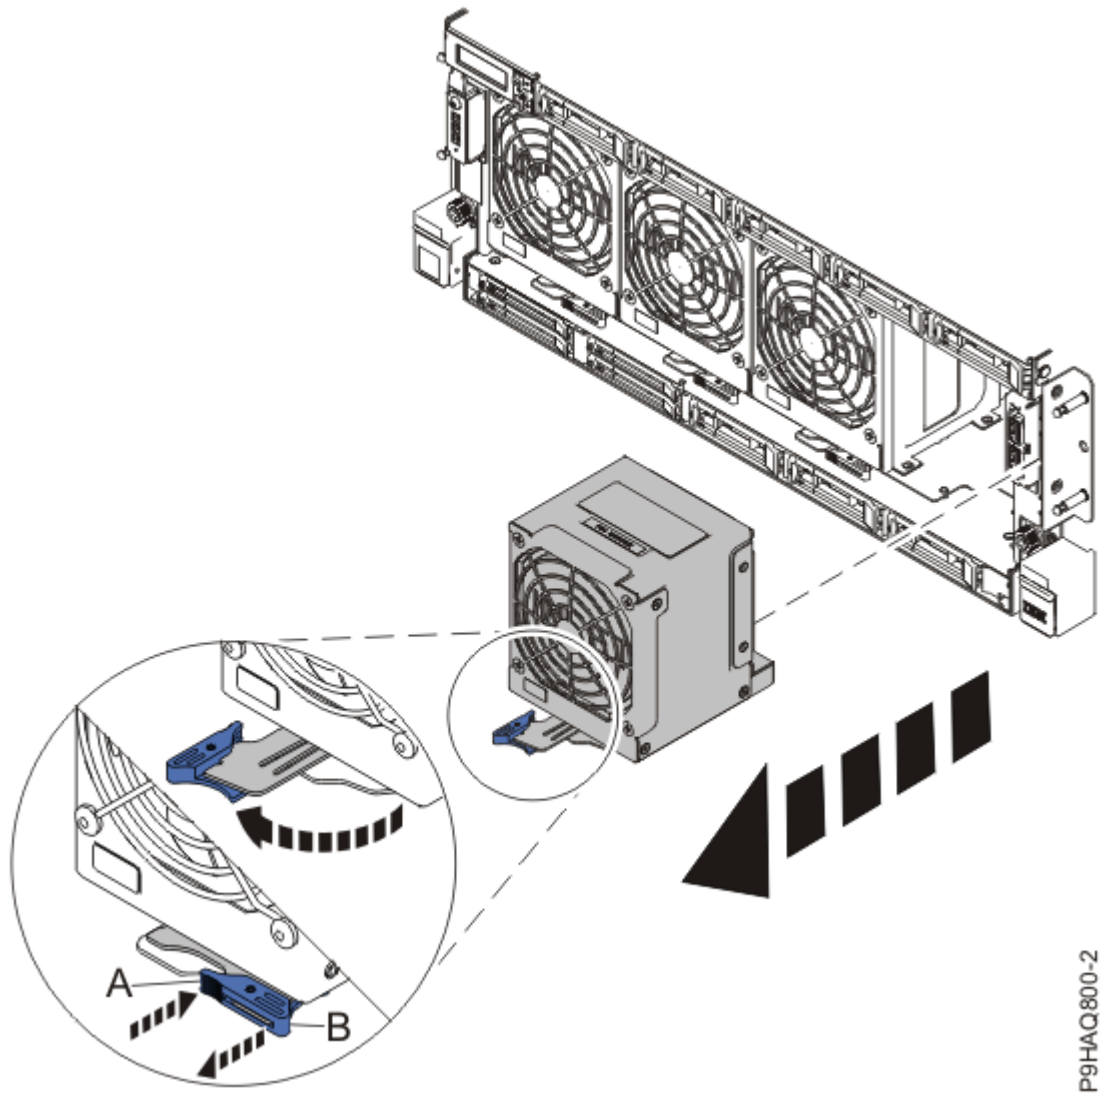

Figure 9. Retrait du ventilateur avant
1. Placez votre pouce contre le loquet **(A)** et placez votre index contre le loquet **(B)**, comme illustré à la Figure 9, à la page 12.